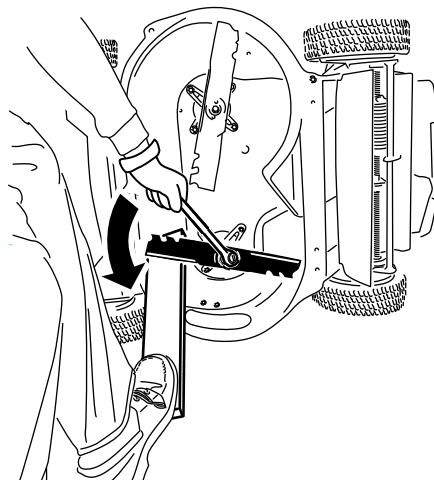

Figura 41
1. Usate un blocco di legno per tenere ferma la lama e ruotatela in senso antiorario come mostrato in (Figura 41).